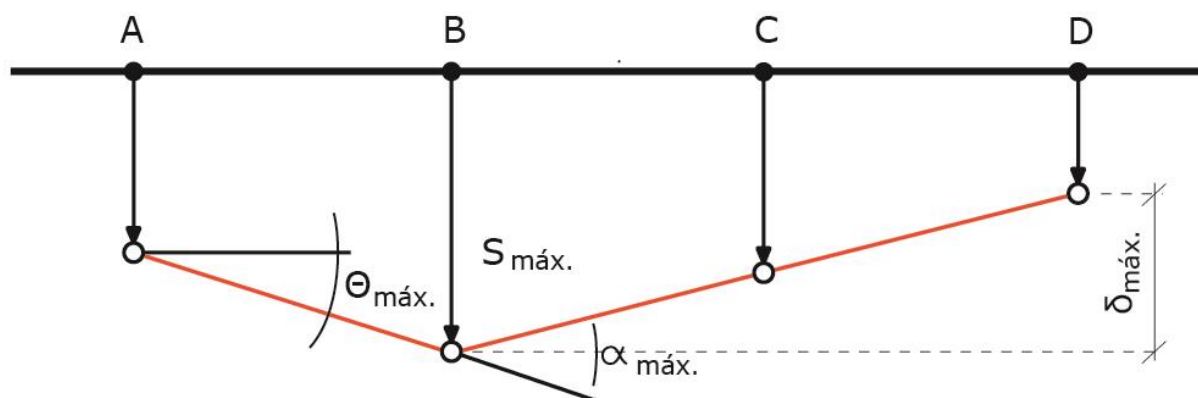

Figura 51: Representação das variáveis de movimento de fundações
A NBR 6122 nomeia algumas letras como parâmetros de estudo para o movimento de fundações que devemos conhecer. São eles (Figura 51):
- δs : recalque ou levantamento diferencial entre dois pontos da estrutura (observe na Figura 51 o $\delta_{\text{máx}}$);
- ✓ Esclarecendo: a rotação relativa é o ângulo entre uma linha de referência (por exemplo, a linha original que liga os pontos AB da sapata na Figura 51) e a nova linha dessa mesma estrutura.